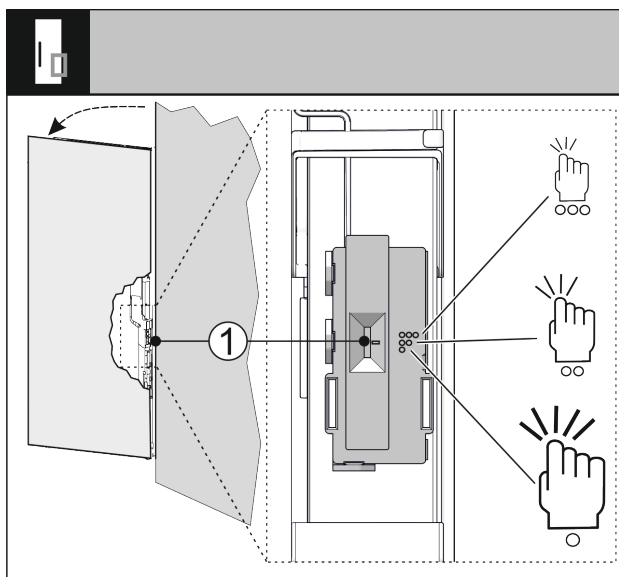

Fig. 71
Si può regolare la sensibilità del sensore di battito in testa mediante un interruttore Fig. 71 (1). L'interruttore è, lato cerniera, sulla terza sezione inferiore della porta.
- Spostare l'interruttore Fig. 71 (1) nella posizione dell'interruttore desiderata.